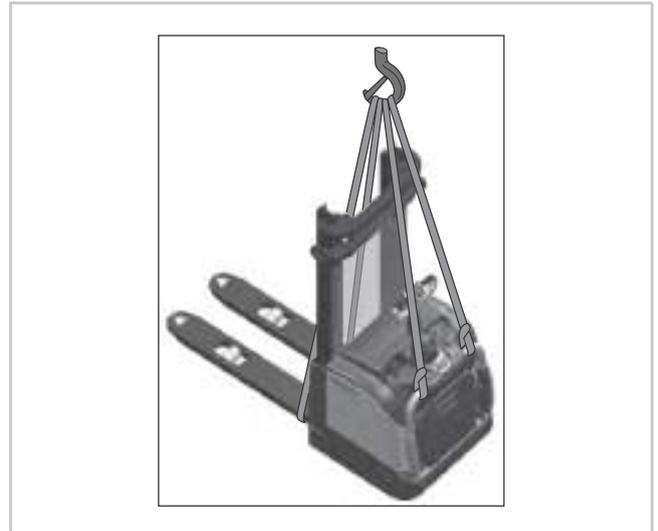

Abb. 2 Mit Seitenbügel ausgestattetes Fahrzeug
5. Vier Hebebänder wie in Abb. 2 gezeigt anbringen und in Kranhaken einhängen.